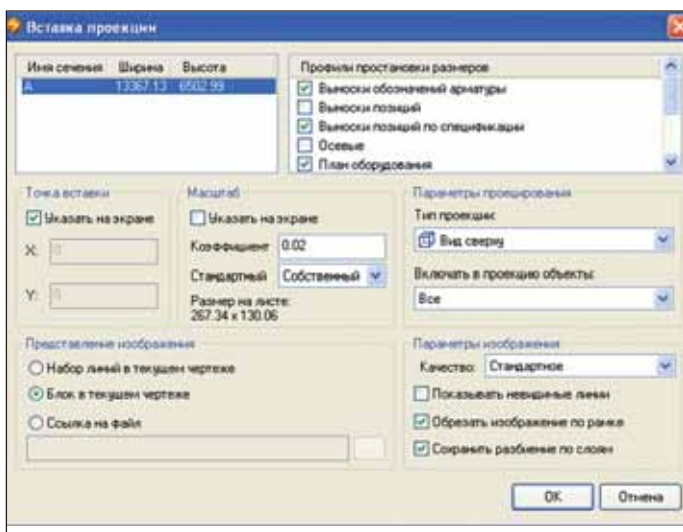

Рис. 14. Параметры вставки проекции
- задать параметры вида: направление, масштаб, варианты образмеривания и др. (рис. 14);